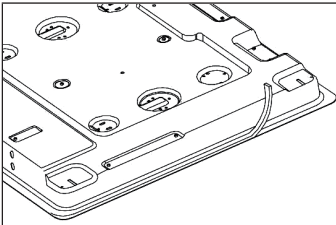

Abbildung 6
- Kleben Sie die Rückseite der umgekehrten Seitenkante mit dem Schaumgummipolster ab (siehe Abbildung 6).